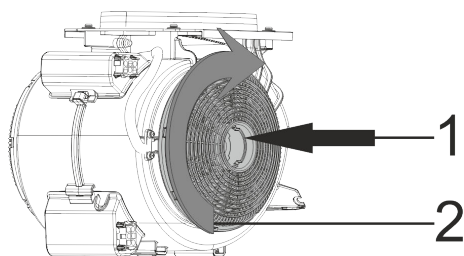

Fig. 6: FILTRO A CARBONI
- 1-Posizionare il filtro a carbone nella sua sede (Fig. 6).
- 2-Ruotando il filtro a carbone in senso orario, assicurarsi che esso sia completamente in sede (Fig. 6).